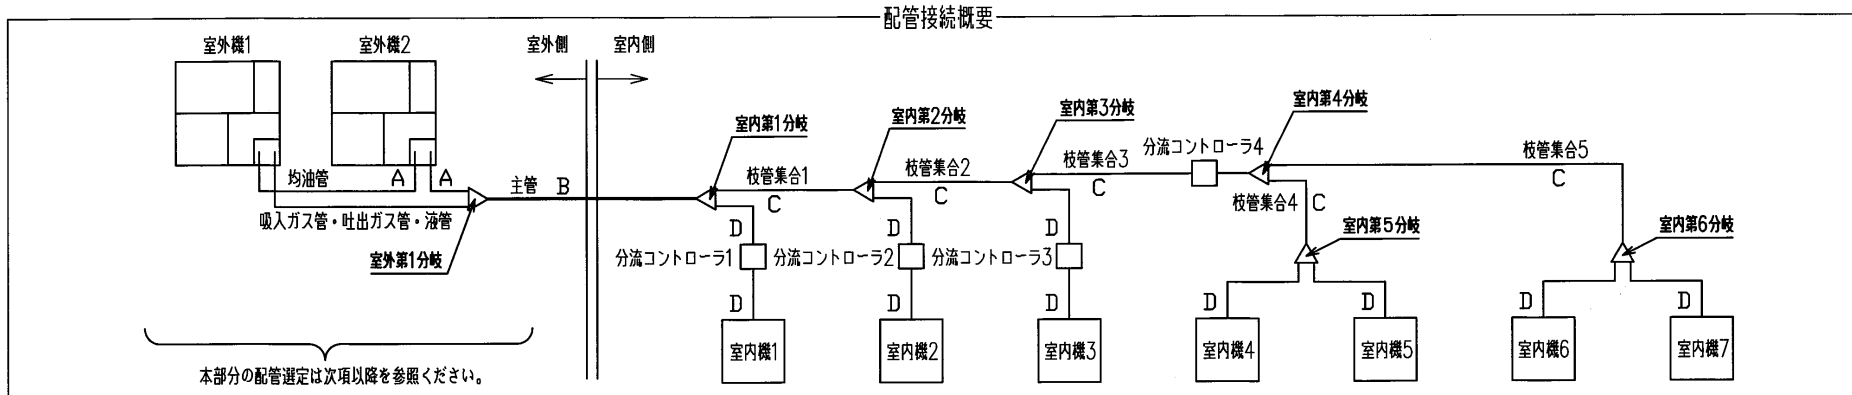

図1
- (1) 室外機～室外機側の分岐間：図1のA部
- (2) 主管(室外機側～室内機側の第一分岐間)：図1のB部
- (3) 室内機側の第一分岐～室内機分岐間：図1のC部
- (4) 室内機分岐～室内機間：図1のD部
発行者 **大林** 名称 **配管選定図1**